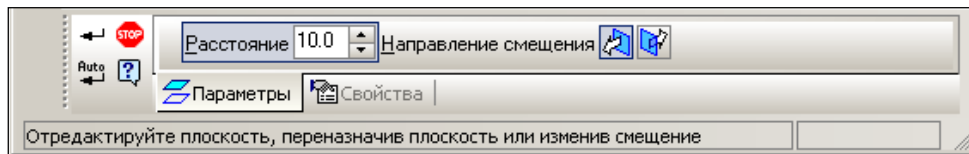

Рис. 5.3. Панель свойств и строка сообщений команды
1.11. По запросу в строке сообщений (рис. 5.3) укажите в окне **Дерево модели** плоскость, относительно которой следует построить смещенную плоскость. В нашем случае это плоскость **ZX** построения первого сечения (**Горизонтальная плоскость**).
В **Панели свойств** операции (рис. 5.3) имеется поле ввода расстояния (смещения) между плоскостями: **Расстояние** и кнопки выбора направления смещения плоскости: **Направление смещения**